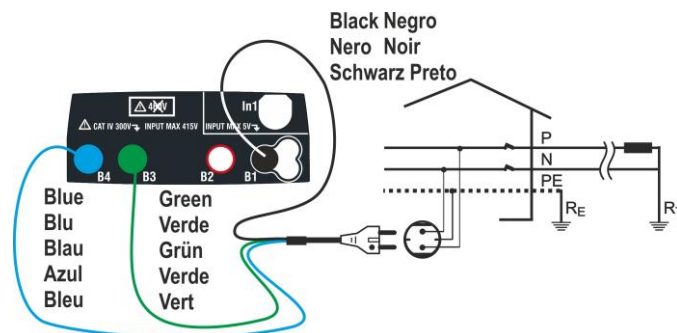
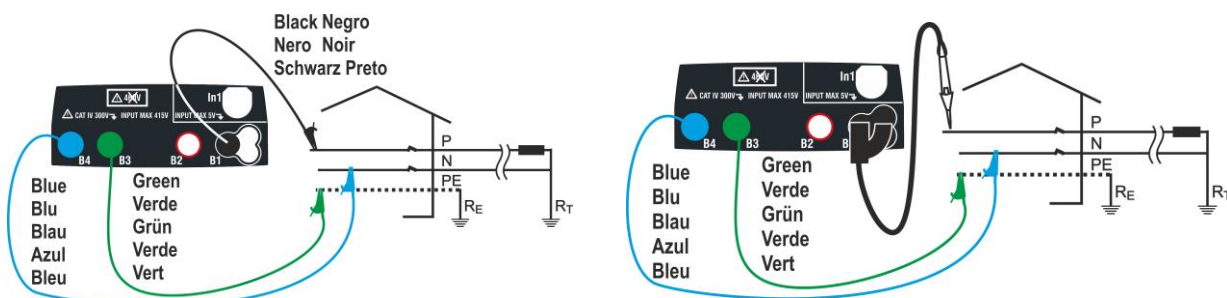
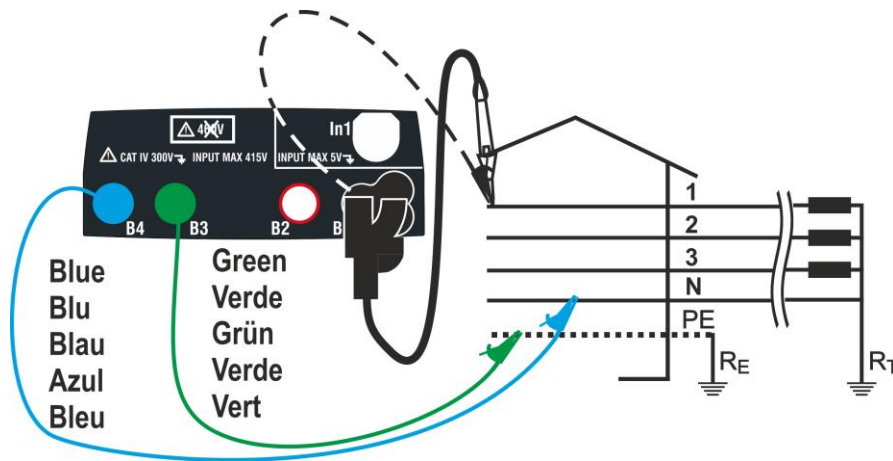
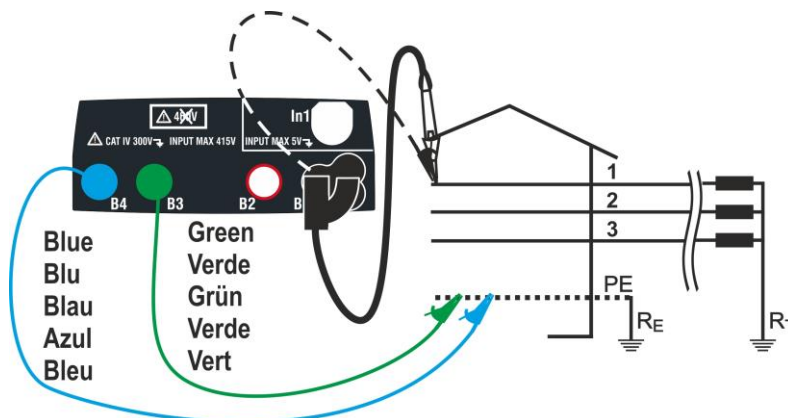

Fig. 18: Misura P-N/P-PE in impianti monofase 230V tramite spina shuko
Fig. 19: Misura P-N/P-PE in impianti monofase/bifase 230V con cavi e puntale remoto
Fig. 20: Misura P-N/P-PE in impianti trifase 400V+N+PE con cavi singoli e puntale remoto
Fig. 22: Misura P-PE/P-N in impianti 400V + PE (no N) con cavi singoli e puntale remoto
4. Eseguire la calibrazione preliminare dei terminali di misura come descritto nel § 0. Connettere la spina shuko, i coccodrilli od il puntale remoto alla rete elettrica in accordo alle Fig. 18, Fig. 19, Fig. 20 e Fig. 22